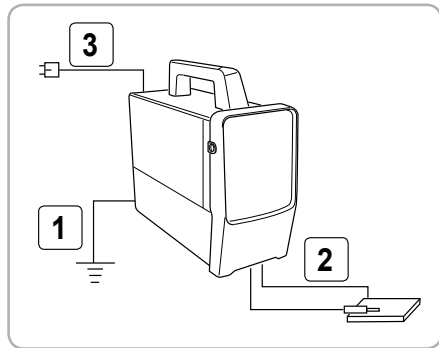

Fig.6
- În spatele mașinii există un șurub pentru legare la pământ, care este marcat corespunzător. Partea exterioară trebuie conectată corect printr-un cablu cu secțiune de 10 mm². Fig. 6 (1)
- Asigurați-vă că port electrozudul și cablu de legare la pământ (cablurile secundare) sunt bine conectate la fișele mobile, pentru a evita arderea acestora din urmă. Fig. 6 (2)
- După ce ați introdus ștecherul în priză, Fig. 6 (3) asigurați-vă că acestea au fost cuplate corect; în caz contrar acestea se vor supraîncălzi dacă se lucrează cu ele o perioadă mai lungă de timp și dacă valorile curentului sunt ridicate. Acest lucru este foarte important.